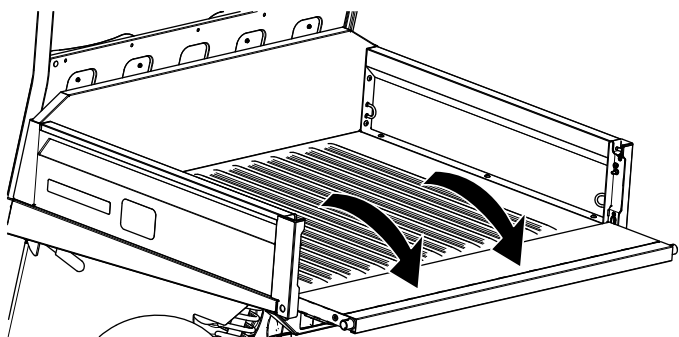

Figura 51
3. Baje el portón hasta que quede nivelado con la parte inferior de la plataforma de carga (Figura 51).